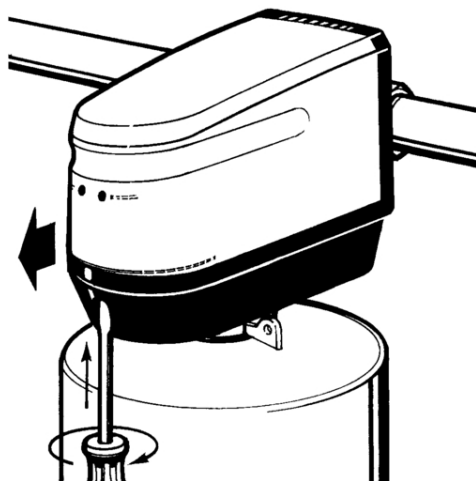

Abb. 15: Abdeckhaube entfernen
2. Abdeckhaube entfernen (siehe Abbildung 15).